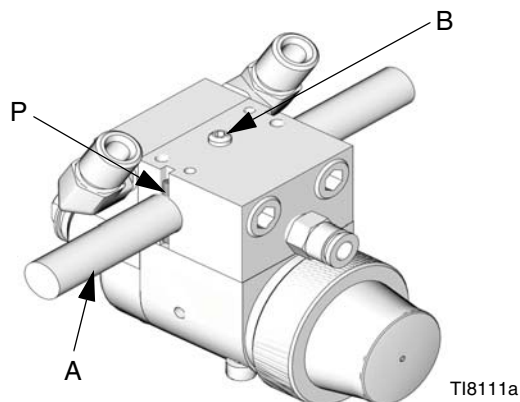

FIG. 3: Resiprokerende armfeste
1. Sett montasjestaget (A) inn gjennom hullet i manifolden som vist i FIG. 3.